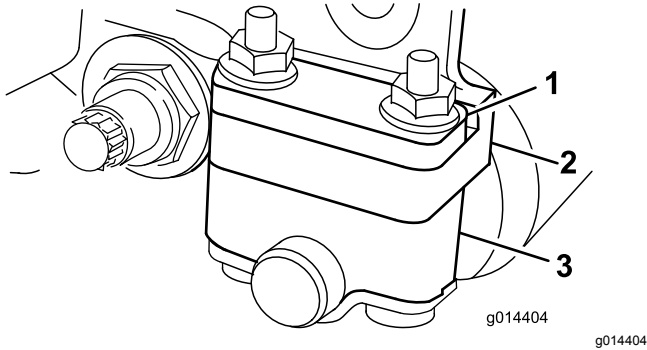
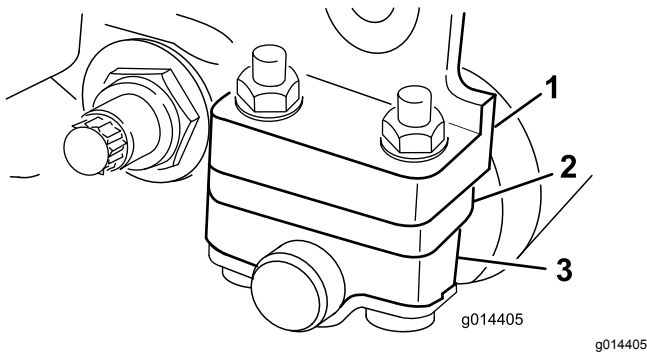

Bild 6
Bild 7
Abhängig von dem gewünschten Schnitthöhenbereich, müssen Sie die Heckrollenhalterungen (**Bild 6** oder **Bild 7**) auf die niedrige oder hohe Stellung verstellen:
die Einstellungen für den Schnitthöhenbereich zwischen 1,5 mm und 6,0 mm liegen, wie in **Bild 6** abgebildet.
- Legen Sie das Distanzstück unter den Montageflansch der Seitenplatte, wenn die Einstellungen für den Schnitthöhenbereich zwischen 3 mm und 25 mm liegen, wie in **Bild 7** abgebildet.
4. Legen Sie die Distanzstücke je nach Bedarf über oder unter den Rollenhalterungen auf die Schrauben (**Bild 6** oder **Bild 7**).